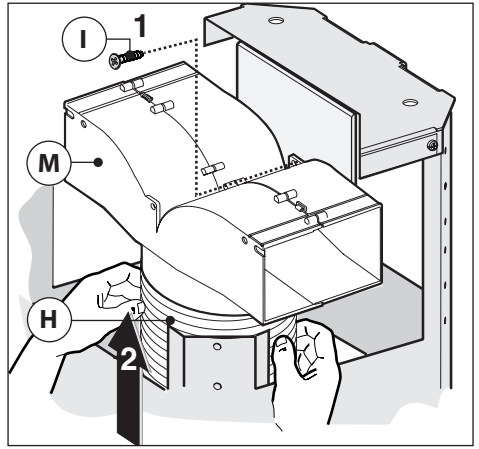
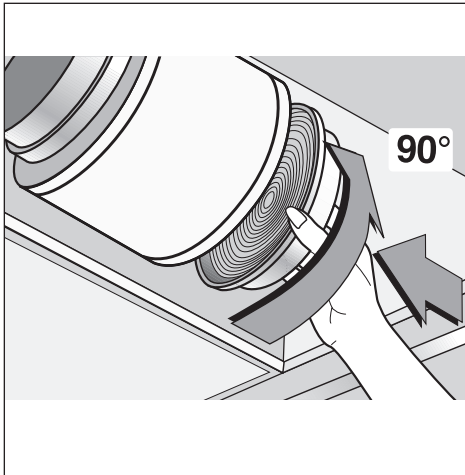

Fig.11
Fig.16
- Den Schlauch **H** an der Ablenkeinheit **M** anschließen und die Schraube **I**, wie in Abb. 11 gezeigt, befestigen. Die Filter müssen an der Absaugereinheit angebracht werden, die sich in der Abzugshaube befindet. Diese zentrieren und um 90° drehen bis sie einrasten (Abb. 16).